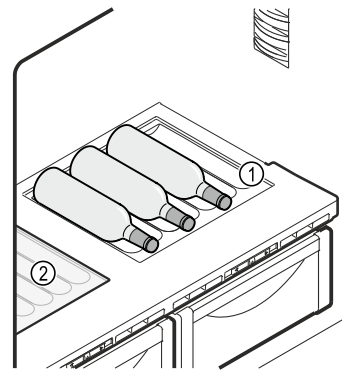

Fig. 128 Beispielhafte Darstellung
- ▶ Glasplatte Fig. 128 (2) unter der variablen Flaschenablage einlegen.